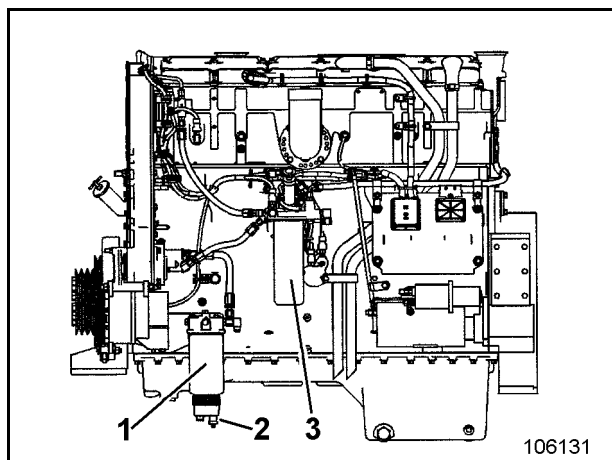

Fig. 3-38:
- ➔ Vorfilter (1, Fig. 3-38:) und Feinfilter (3) abschrauben.
- ➔ Neues Vorfilter (1) mit sauberem Kraftstoff füllen und handfest am Filterkopf anschrauben. Filter mit weiterer $\frac{1}{2}$ bis $\frac{3}{4}$ Umdrehung anziehen.